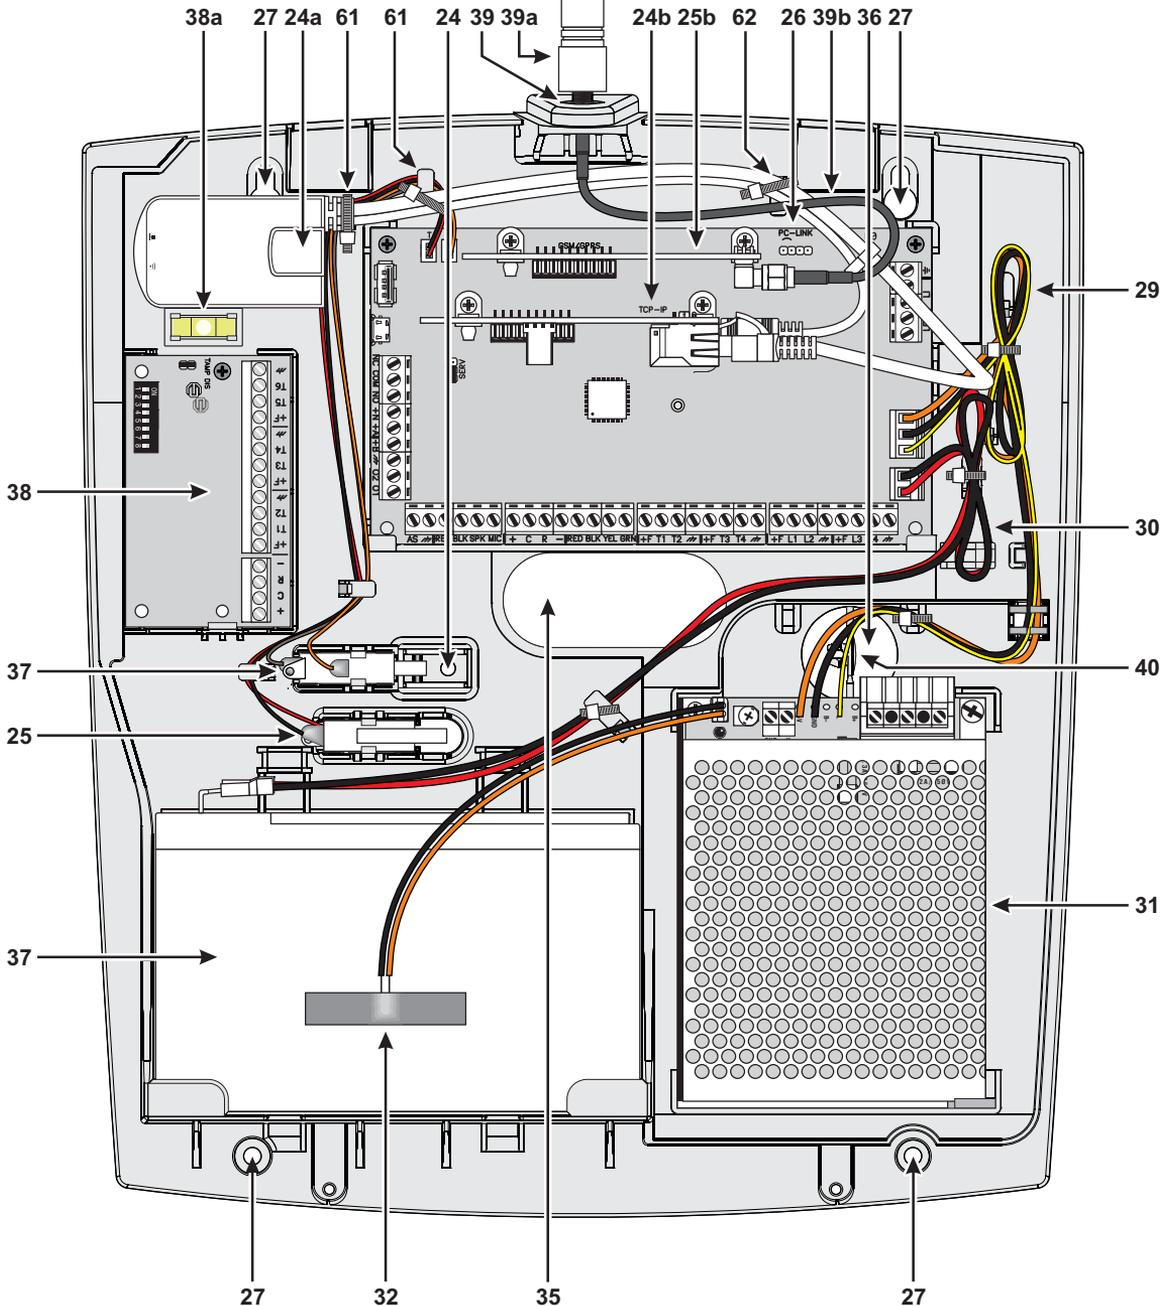
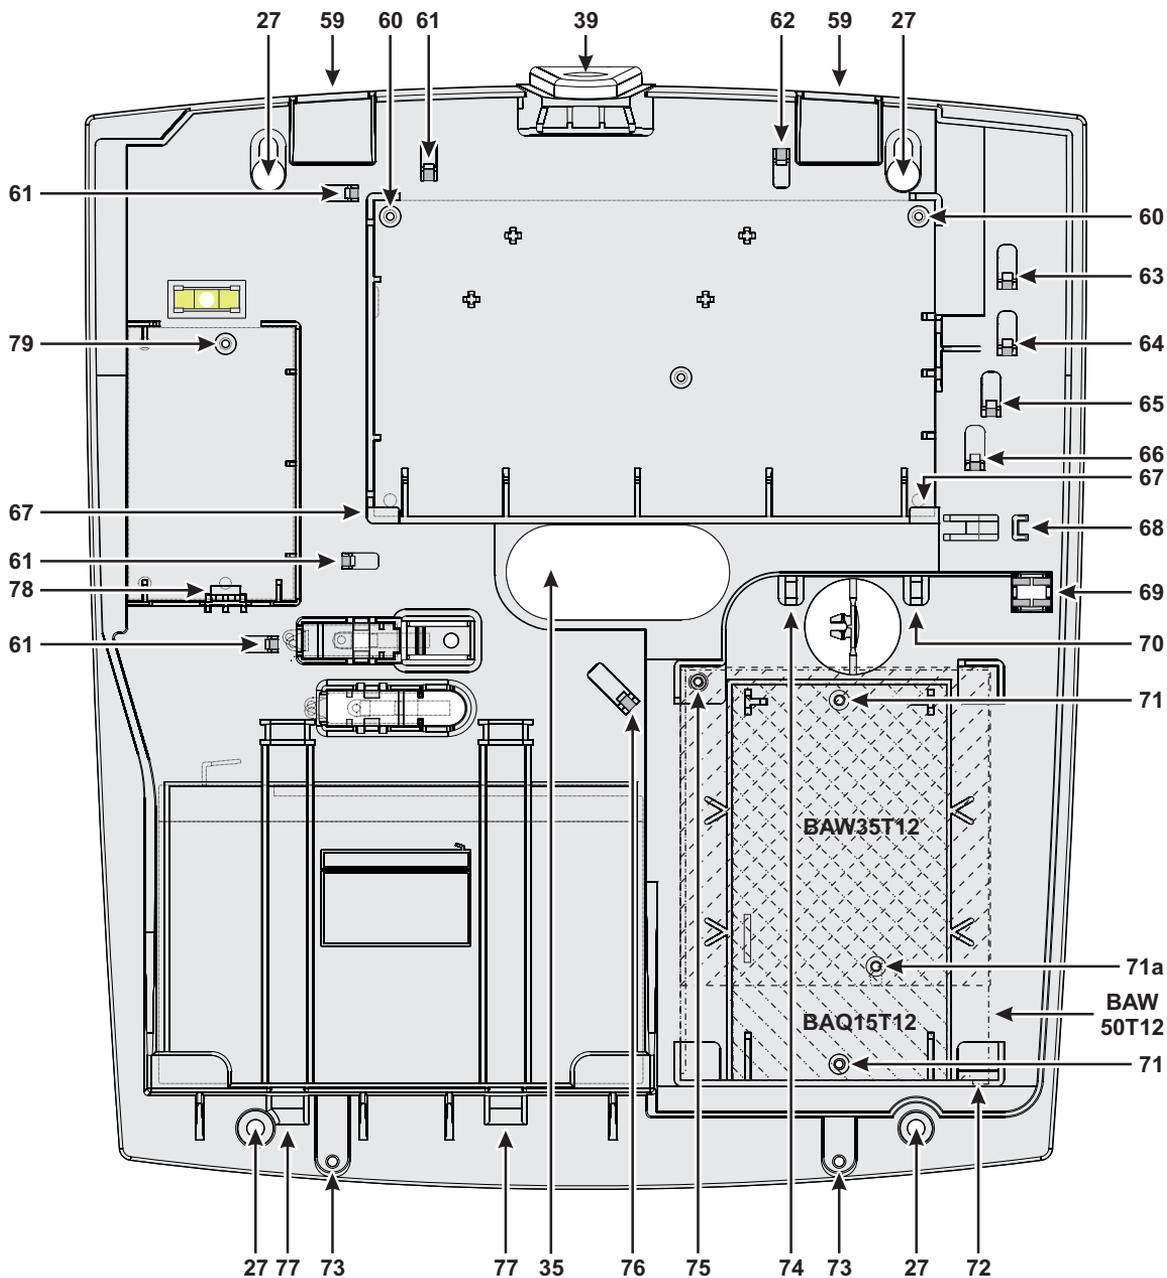

Figura 3 Partes de la central ABSOLUTA en el contenedor plástico.
Figura 5 Fijación del contenedor Plástico.
Leer las siguientes instrucciones para el montaje de la central con el contenedor plástico **ABS-P**: tomar como referencia la Figura 5 y la Figura 3 de la página 17.
**Instalación contacto de sabotaje** Se puede instalar el desviador **MAXIASNC** (se vende por separado y necesarios para el cumplimiento con las normas EN50131-1 y EN50131-3) para detectar la apertura de la central, como se muestra en la Figura 3 en la página 17 (parte n° 25).
13. Conectar el cable conector 3 (T) a la Tarjeta Madre.
**Instalación contacto de sabotaje a pared** Se puede instalar el desviador **MAXIASNC** (se vende por separado y necesarios para el cumplimiento con las normas EN50131-1 y EN50131-3) para detectar la extracción de la central, como se muestra en la Figura 3 en la página 17 (parte n° 37).
15. Conectar el cable conector 4 (S) a la Tarjeta Madre.
**Instalación Expansión Entrada/Salida** Se puede instalar una expansión Entrada/Salida **M-IN/OUT** en el contenedor plástico, Figura 3 en la página 17 (parte n° 38).